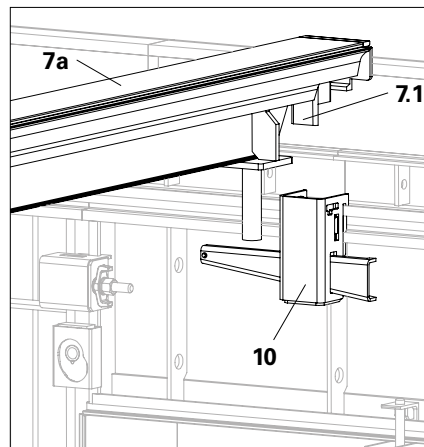

Fig. B7.03
1. Sollevare la trave per soletta UNO Plus (7a) nel giunto UNO Plus (10) e posizionarla. (Fig. B7.03 + B7.04)